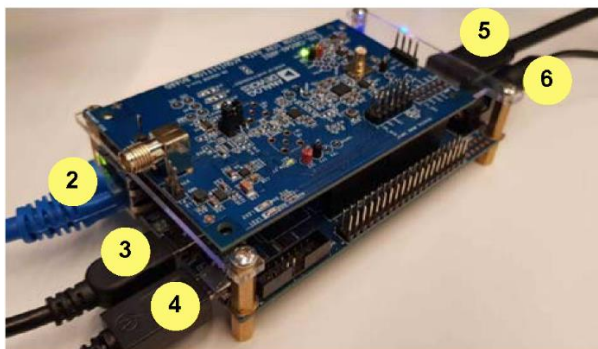

图9. CN-0540 连接到带外设的 DE10-Nano
1. 使用 Analog Devices Kuiper Linux 网页上的最新软件映像来准备 microSD 卡。（请注意，此步骤未在图9中显示。）